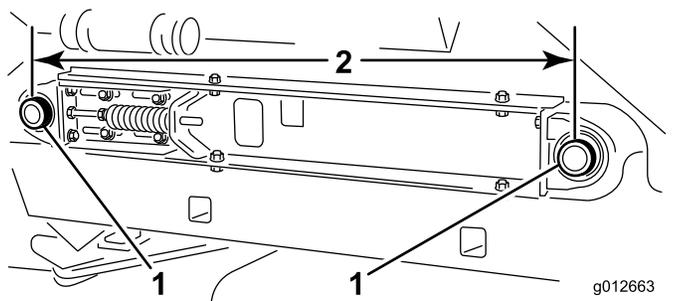

Figura 21
7. Meça a distância entre os pontos centrais dos veios dos rolos das correias em cada lado da máquina para se certificar que as medidas são iguais (Figura 21).